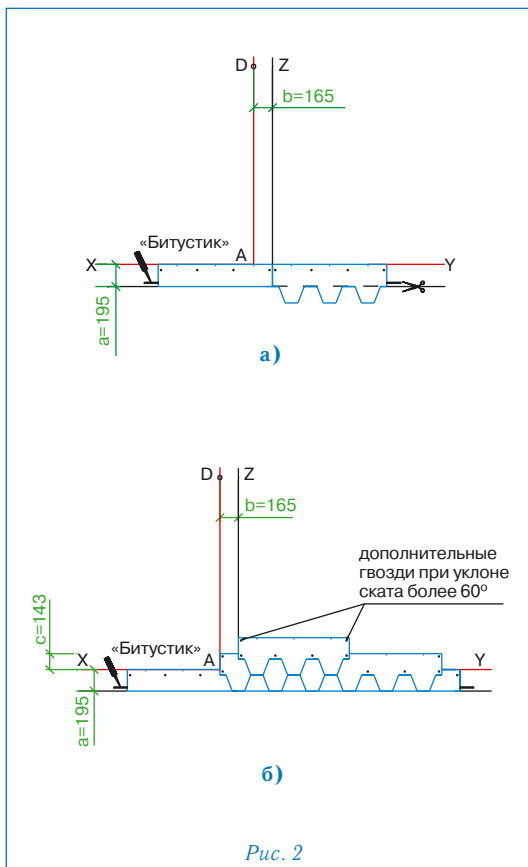

Рис. 2
Укладка материала (рис. 2)
- далее первый ряд черепицы укладывается от линии AD (рис. 2б);
- второй ряд укладывается от линии Z (со смещением 16,5 см от AD) (рис. 2б);
Каждый лист гибкой черепицы МОЗАИКА крепится 4 гвоздями таким образом, чтобы гвоздь прошивал и верхний край низлежащего листа черепицы (рис. 2б).